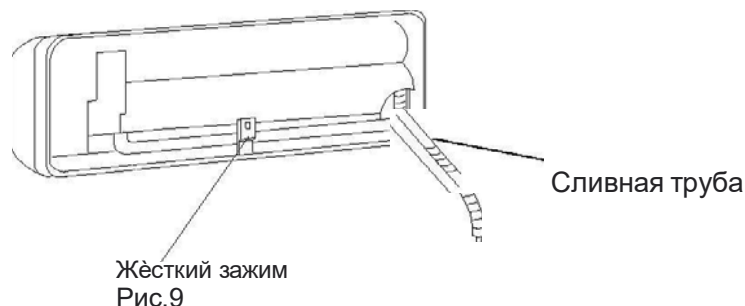

Рис.9
2. Подсоединение левой задней трубки (аналогично левой нижней трубке). (дополнительно, см. рис. 9)
См. рис. 9.